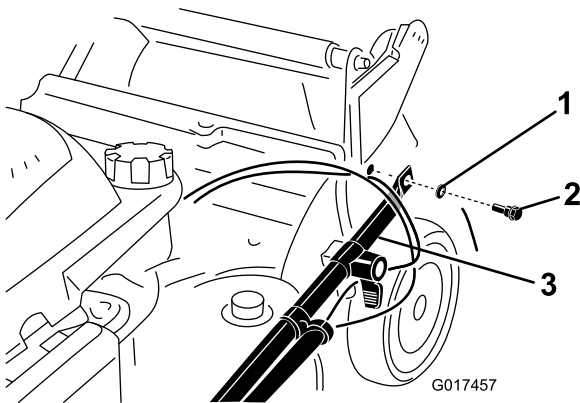

Figure 4
2. Fixez les extrémités du guidon au carter de la machine avec 2 rondelles et 2 boulons (Figure 4), **mais ne serrez pas les boulons.**
**Important:** Acheminez les câbles à l'extérieur du guidon (Figure 4).